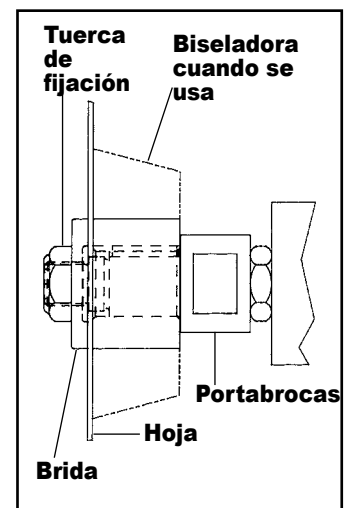

FIG. 3
- b. Portabrocas largo - (para cortar y biselar PVC) Instale la biseladora (con el borde pequeño hacia el motor) o el separador del portabrocas (para cortar solamente) sobre la llave del portabrocas. Instale la hoja en el reborde de $\frac{5}{8}$ de diámetro del portabrocas (Fig. 3). Instale la brida con el lado rebajado hacia la hoja y el tornillo en la tuerca de fijación. Mientras sostiene una llave (suministrada) en las partes planas de $\frac{7}{8}$ del portabrocas, ajuste la tuerca de fijación del portabrocas. La hoja debe quedar totalmente asentada en el reborde del portabrocas y nivelada con la biseladora o el separador del portabrocas.